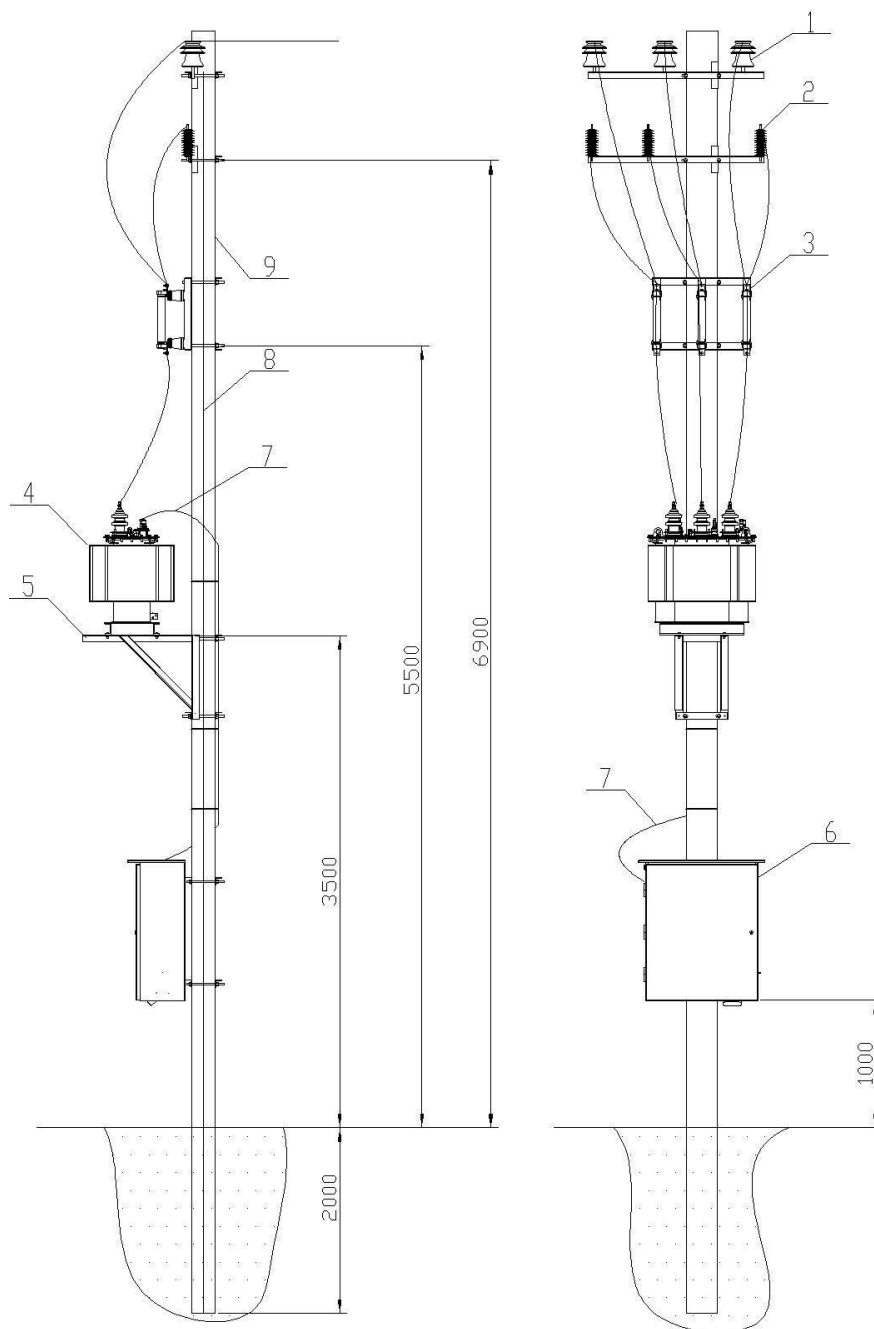

Рис.1.
6.1 ТПС представляет собой сборно-сварную конструкцию (приложение А. рис.1), монтируемую на стойке типа СВ 105-3,5 (СВ 110-3,5) и состоит из:
8.2.5. Установить шкаф РУНН поз. 6 на опору (Рис. 1 Приложение А).